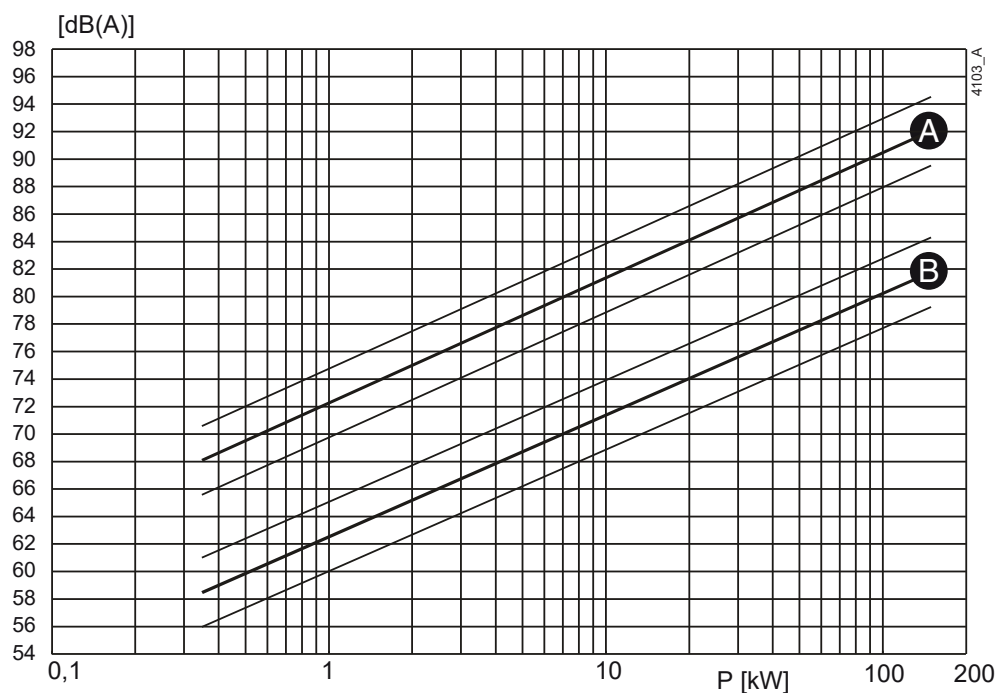
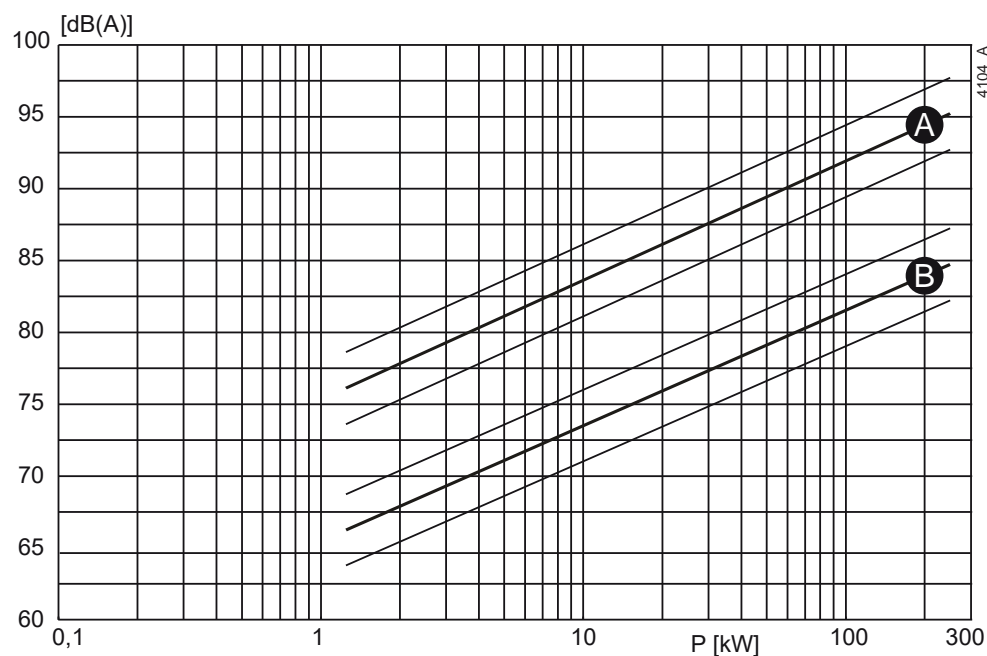

Figura 30: Livello di rumorosità in funzione della potenza [kW] a 1450 min-1
Figura 31: Livello di rumorosità in funzione della potenza [kW] a 2900 min-1
- 1 Determinare il livello di rumorosità ( $L_1$ ) della pompa. Vedere la figura 30 o la figura 31.